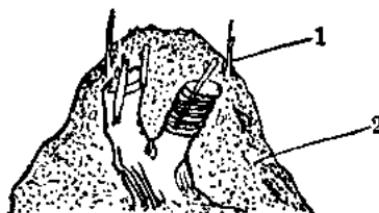

图 5
当全植株嫁接后，在植株半径30厘米的范围内撒一些6%可湿性666粉防治蚊类、地老虎、蝼蛄等咬食幼芽，同时还要挖取附近松细土壤，小心覆盖接过后的砧木与接穗。覆土厚度以高于接穗顶部1厘米为度（图5），以便保温保湿，遮光透气。
嫁接后往往砧木上先萌发较多的萌蘖枝^⑫，这种萌蘖枝消耗养分，影响接穗的成活和生长，要随时注意抹除。抹除萌蘖时要扒开所覆盖的土壤，为了避免碰动接穗，在嫁接覆土同时，用枯树枝插于接穗旁，作为标志（图5）。